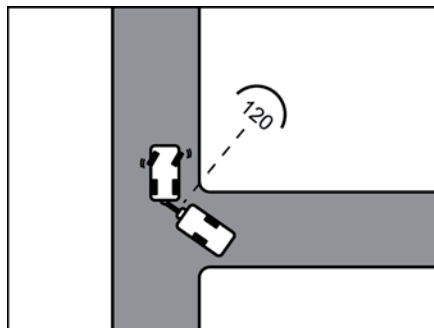

Fig. 12 Manœuvre à effectuer
- Dès que les deux véhicules se trouvent dans un angle de 120° l'un par rapport à l'autre, s'arrêter (Fig. 12).